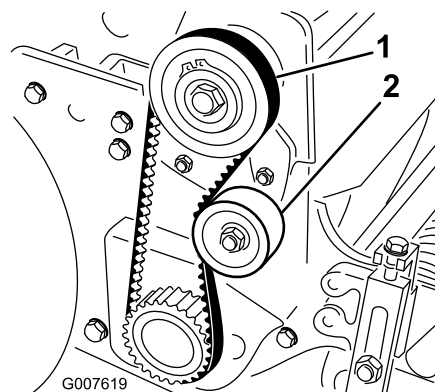

図 42
2. プーリ間の中央部で 図 42、1822 N (1.8 - 2.3 kg) 程度の力でベルトを指で押して張りを点検する。ベルトのたわみが 6 mm あれば適正とする。
- A. アイドラプーリ固定ナットをゆるめ、プーリを右に回してベルトの背に押しつけて、適当な張りを出す 図 42。